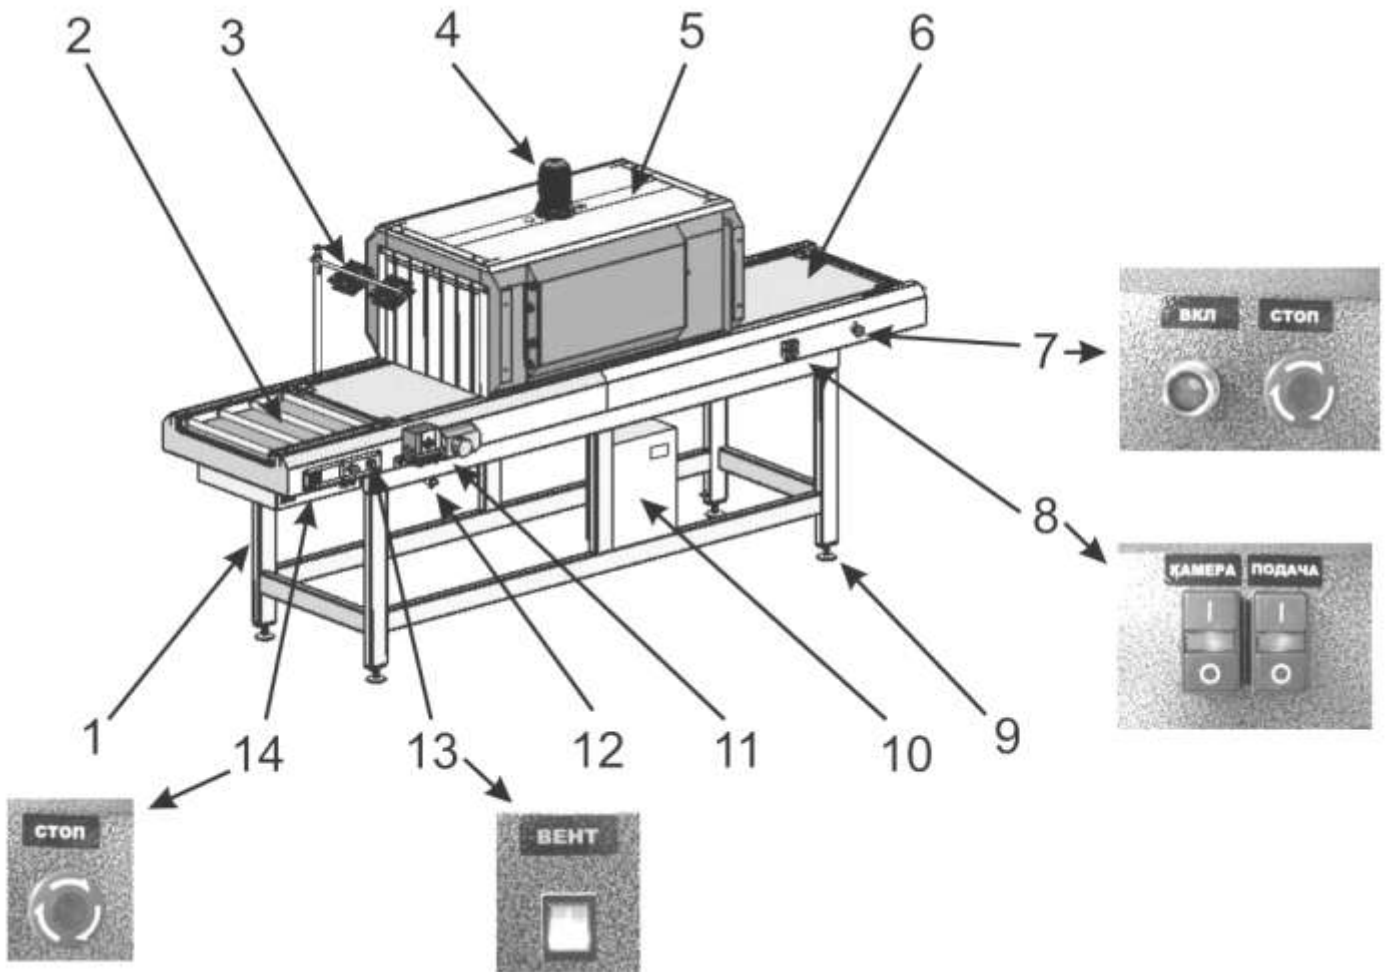

Рисунок 4
3. Термоупаковочный аппарат ТПЩ - 550 ДЗ (рисунок 4):
По мере необходимости упаковку подать на термоупаковочный аппарат WellPak-550 Д3. На раме 1 термоупаковочного аппарата смонтированы загрузочный рольганг 2, прутковый конвейер 6 с натяжным устройством, термоусадочная камера 5, вентиляторы охлаждения 3 и 12, электрошкафа с блоком управления (рис.4). Прутковый конвейер 6 предназначен для перемещения автоматической упаковки внутри термоусадочной камеры 5, приводится в движение мотор-редуктором 11 и охлаждается вентиляторами 12. Вентиляторы 3 служат для охлаждения упаковки. Нагрев воздуха в термоусадочной камере 5 осуществляется термоэлектронагревателями, расположенными в воздушных каналах в стенках камеры. Циркуляция воздуха производится вентилятором, крыльчатка которого насажена непосредственно на вал электродвигателя 4. Для минимизации потерь тепла входной и выходной каналы камеры закрыты эластичными шторками из теплоустойчивого материала. Блок управления, в состав которого входит термоконтроллер, осуществляет включение-выключение и стабилизацию тепловых режимов термоусадочной камеры 5. Пульт управления термоконтроллером, при помощи которого устанавливается необходимая температура в термоусадочной камере, расположен на лицевой стороне электрошкафа. Тепловой режим термокамеры подбирается в зависимости от теплоемкости упаковываемого продукта, типа пленки и местных условий эксплуатации. Управление термоупаковочным аппаратом производится кнопками 7, 8, 14 и тумблером 13 (рис.4).
Упаковка выйдет с обратной стороны термокамеры. Упаковка, проходя термокамеру, обтягивается термоусадочной пленкой и остужается на рольганге выгрузки 2 (рис.4). Следует учитывать, что термоусадка продолжается еще некоторое время после выхода из термоусадочной камеры 5 под действием накопленного тепла и полностью заканчивается после остывания.